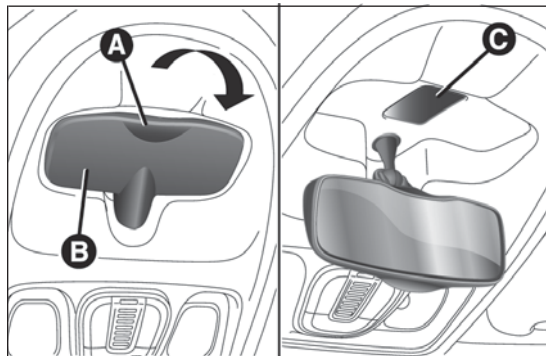

fig. 194
- ☐ aflojar el tornillo y retirar el tapón C fig. 194 de recubrimiento de la fijación;